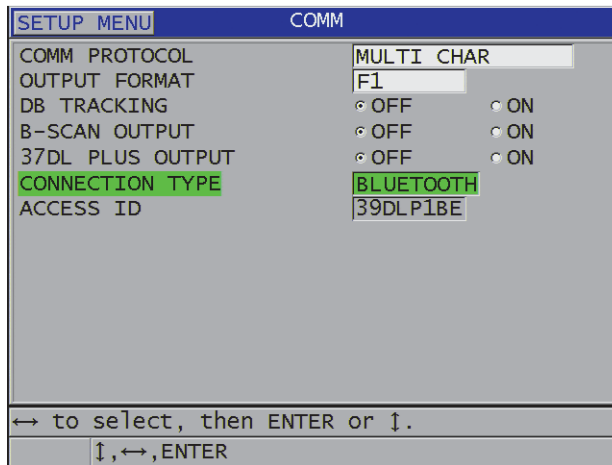

Figura 14-4 Configuración de comunicación Bluetooth
4. En la pantalla **COMANDO** (COMM), ajuste el parámetro **TIPO CONEXIÓN** (CONNECTION TYPE) a **BLUETOOTH** (ver Figura 14-4 en la página 287).